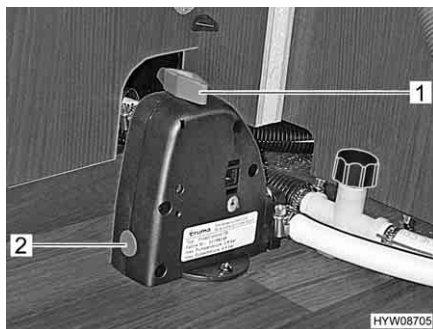

Fig. 135 Valvola di sicurezza/di scarico
- Se il boiler è dotato di una valvola di sicurezza/di scarico, chiudere la valvola di sicurezza/di scarico. A tal fine ruotare la manopola (Fig. 135,1) verticalmente rispetto alla valvola di sicurezza/di scarico e premere il bottone automatico (Fig. 135,2).